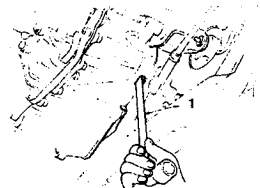
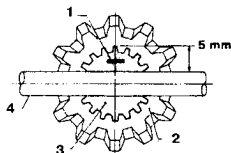

Рис. 8.2 Отжимание правой полуоси от коробки передач (См. Раздел 3)
Рис. 8.4 Метод снятия левой полуоси на моделях с автоматической коробкой передач (См. Раздел 3)
10. На моделях с автоматической коробкой передач снимите правую полуось, как показано на Рис. 8.2, затем вставьте подходящую отвертку или выколочку в дифференциал с правой стороны и аккуратно выбейте левую полуось (См. Рис. 8.4). Постарайтесь не повредить ось сателлитов и шестерни полуосей.